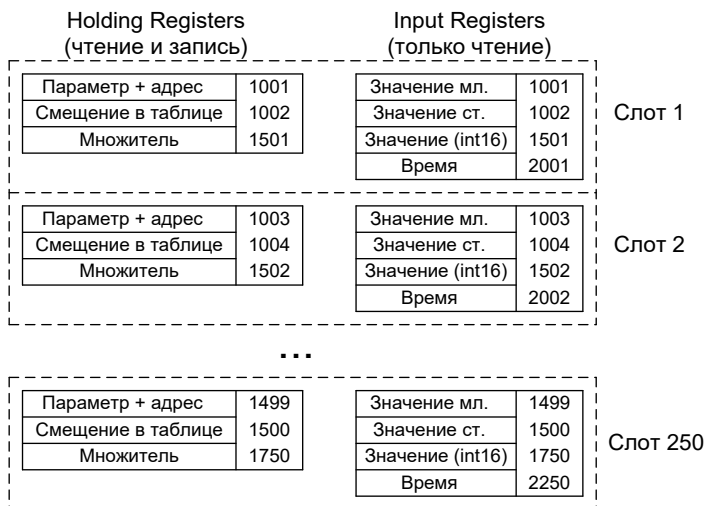

Рисунок 3 – Слоты опроса
3.5.3.4 **Изменяемые параметры преобразователей** доступны по протоколу «Modbus RTU» через слоты опроса (250 ячеек), в которые помещаются значения параметров преобразователей (рисунок 3). Каждый слот может хранить значение одного параметра преобразователя (или одной ячейки таблицы). Опрос преобразователей по линии СЕНС адаптер выполняет независимо от запросов по протоколу «Modbus RTU».